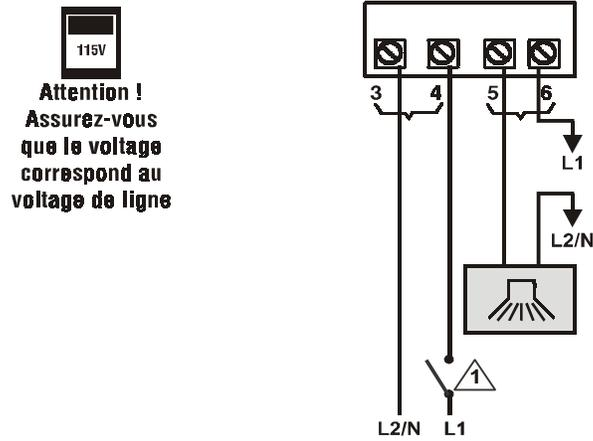

Fig. 1
Référez-vous aux figures 1 et 2.
Pour les procédures de branchement qui suivent, référez-vous à la figure 1.
**Observation de la figure 1.**